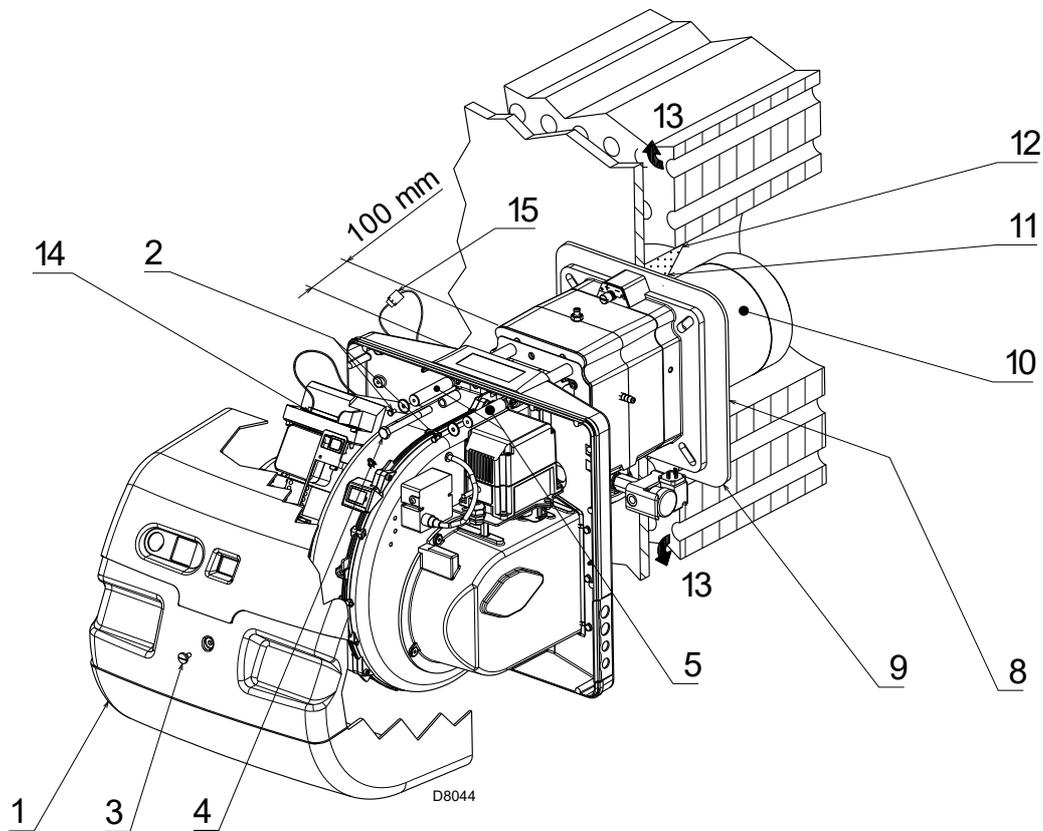
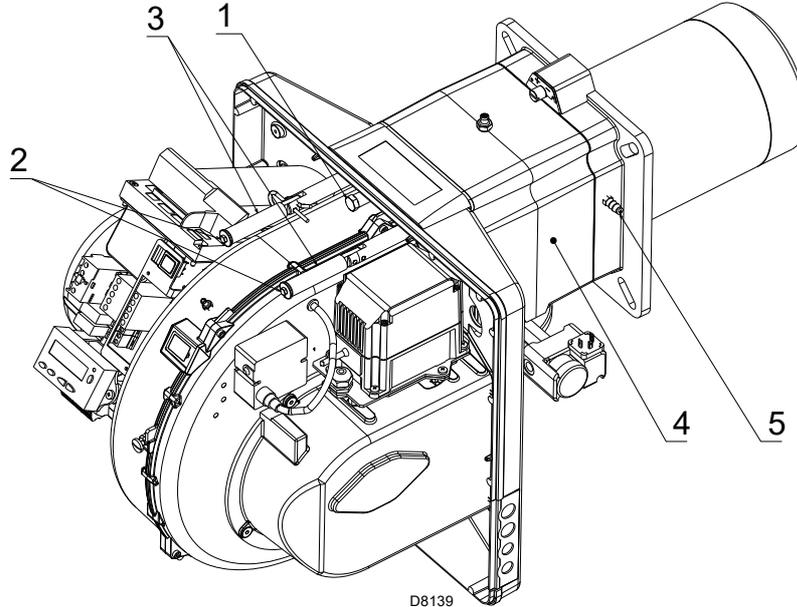

Abb. 17
Abb. 20
Stellen Sie bei Kesseln mit vorderem Rauchumlauf 13)(Abb. 17), eine Schutzvorrichtung aus hitzebeständigem Material 11) zwischen dem als Hitzeschutz zwischen Kessel 12) und Flammrohr 10) aus.
Bei Heizkesseln mit wassergekühlter Frontseite ist die Verkleidung mit feuerfestem Material 11)-12)(Abb. 17), nicht notwendig, wenn dies nicht ausdrücklich vom Kesselhersteller gefordert wird.
Trennen Sie die Flammkopf vom übrigen Brenner, wie in Abb. 17; und wie folgt fortfahren:
- den Brenner auf den Führungen 3)(Abb. 20) etwa 100 mm von Muffe 4) - Brenner in der in Abb. 17 gezeigten Position montieren;
- das Kabel des Fühlers und der Elektrode einsetzen und den Brenner dann bis zur Muffe verschieben, so dass er sich in der auf Abb. 20 gezeigten Position befindet;
- den Stecker des Stellmotors 14)(Abb. 17) anschließen und die Kabeldurchführung 15) anschrauben;